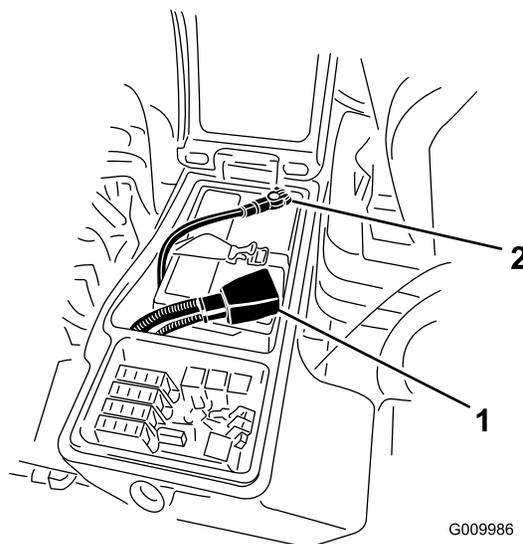

Figura 66
4. Collegate il cavo positivo (rosso) al terminale positivo (+) e il cavo negativo (nero) al terminale negativo (-) della batteria (Figura 66). Fissate i cavi ai poli con viti a testa cilindrica e dadi. Verificate che il morsetto positivo (+) sia completamente sul polo, e che il cavo sia posizionato in modo aderente alla batteria. Il cavo non deve toccare il coperchio della batteria. Fate scorrere la guaina di gomma sul morsetto positivo per evitare un cortocircuito.